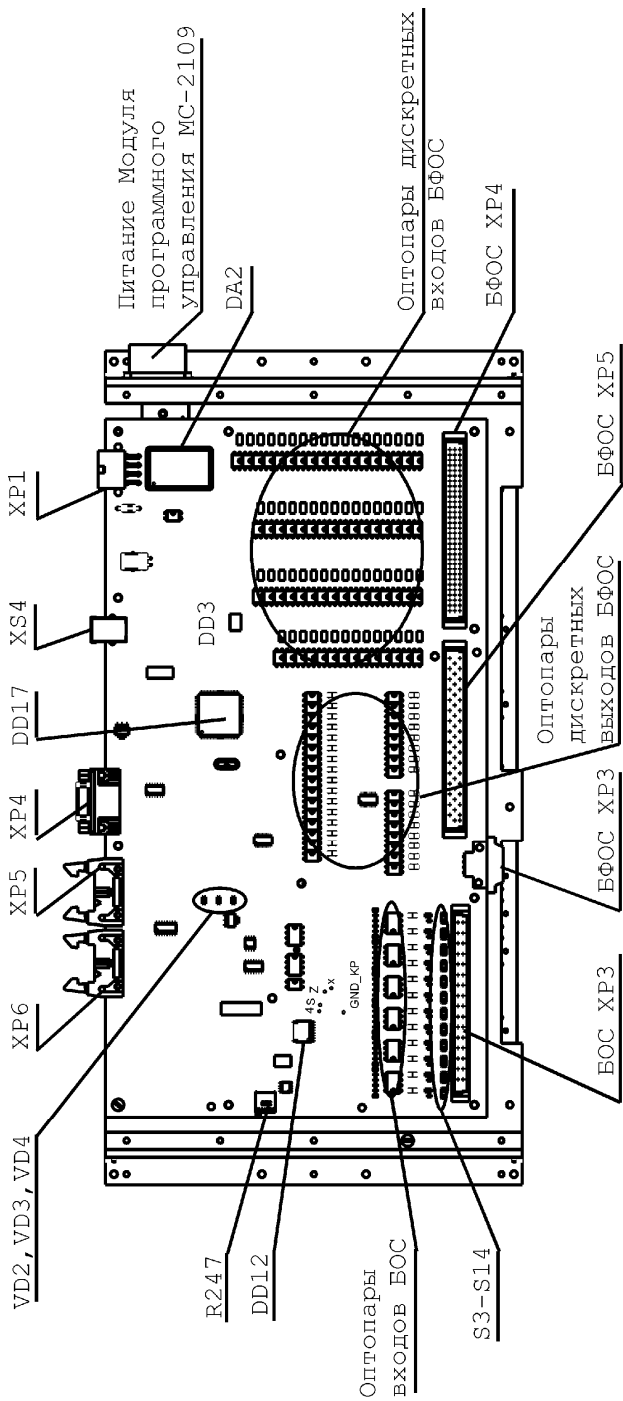

Рисунок 2.4 – Модуль. Вид платы электроники в корпусе со снятой крышкой (панель оператора не показана)
5. Если планируется использование штатных разъемов кабелей УЧПУ МС-2109, подключите их согласно маркировке на плате (рисунок 2.4).